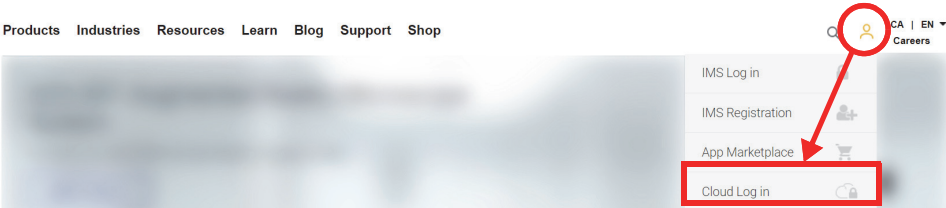

Figura 10-1 Cloud Log in
2. Creare un nuovo account o collegarsi a uno esistente nell'OSC (un amministratore crea l'account e invita tutti gli altri utenti). Passare a www.olympus-ims.com e cliccare su **Cloud Log in** (collegamento al Cloud) come illustrato nella Figura 10-1 a pagina 241.